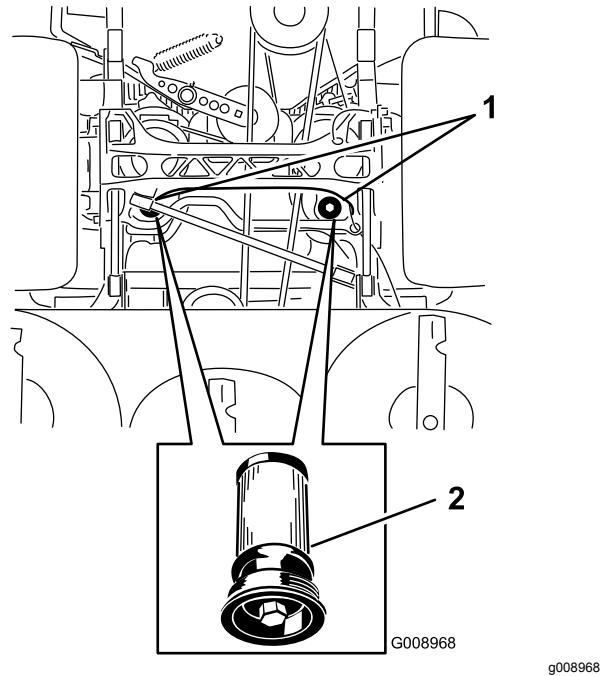

Figura 94
5. Coloque um recipiente de escoamento debaixo dos filtros, retire o filtro velho e limpe a superfície (Figura 94).
6. Aplique uma fina camada de fluido hidráulico na junta de borracha do filtro de substituição (Figura 94).